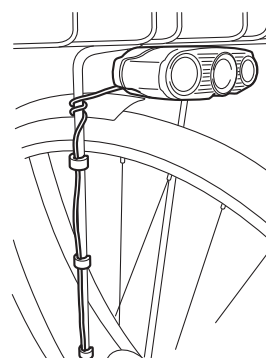

図6
- ①ランプヘッドのハーネスをバスケットステーに巻きつけるか沿わせて、コードクリップでハーネスを固定します。(図6)
- ②ハブダイナモのコネクターにハーネスの端子を接続します。